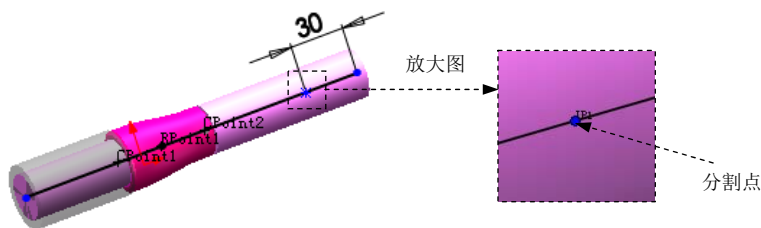

图 11.5.21 分割点
Step2. 创建分割点。在图 11.5.21 所示的线段上创建分割点，标注尺寸为 30.0。